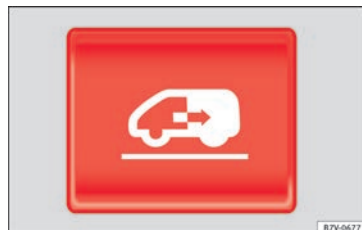

Bild 135 På instrumentpanelen, på fjärrkontrollen i nyckeln och på insidan av skjutdörren: knapp för öppning och stängning av den elektriska skjutdörren
Öppna skjutdörren elektriskt.	Tryck » bild 135 knappen på instrumentbrädan, på fjärrkontrollen i nyckeln och på insidan av skjutdörren. Skjutdörren öppnas med klämskyddsfunktionen så länge som knappen inte trycks in igen. Dra kort i dörrens inner- eller ytterhandtag. Skjutdörren öppnas automatiskt.
Stänga skjutdörren elektriskt.	Tryck » bild 135 knappen på instrumentbrädan, på fjärrkontrollen i nyckeln och på insidan av skjutdörren. Skjutdörren stängs med tillbakarullningsfunktionen så länge som knappen inte trycks in igen. När den stängs avges en ljudvarning.
- Tryck och håll in funktionsknappen  » bild 135 . Skjutdörren stängs med full kraft.